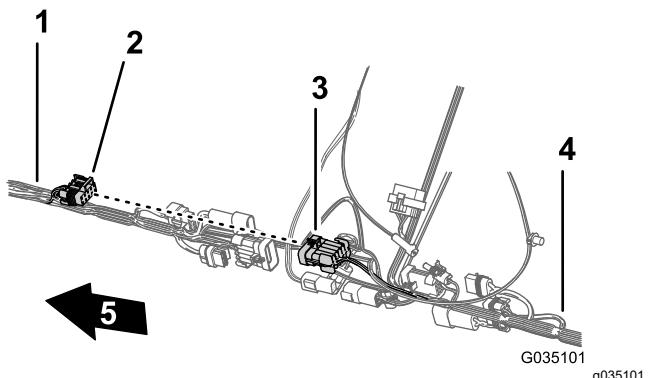

Bild 73
2. Verbinden Sie die 10-polige Buchse des vorderen Kabelbaums für die Sprühkabelbaumverbindung mit dem 10-poligen Stecker des hinteren Kabelbaums für die Sprühkabelbaumverbindung (**Bild 73**).